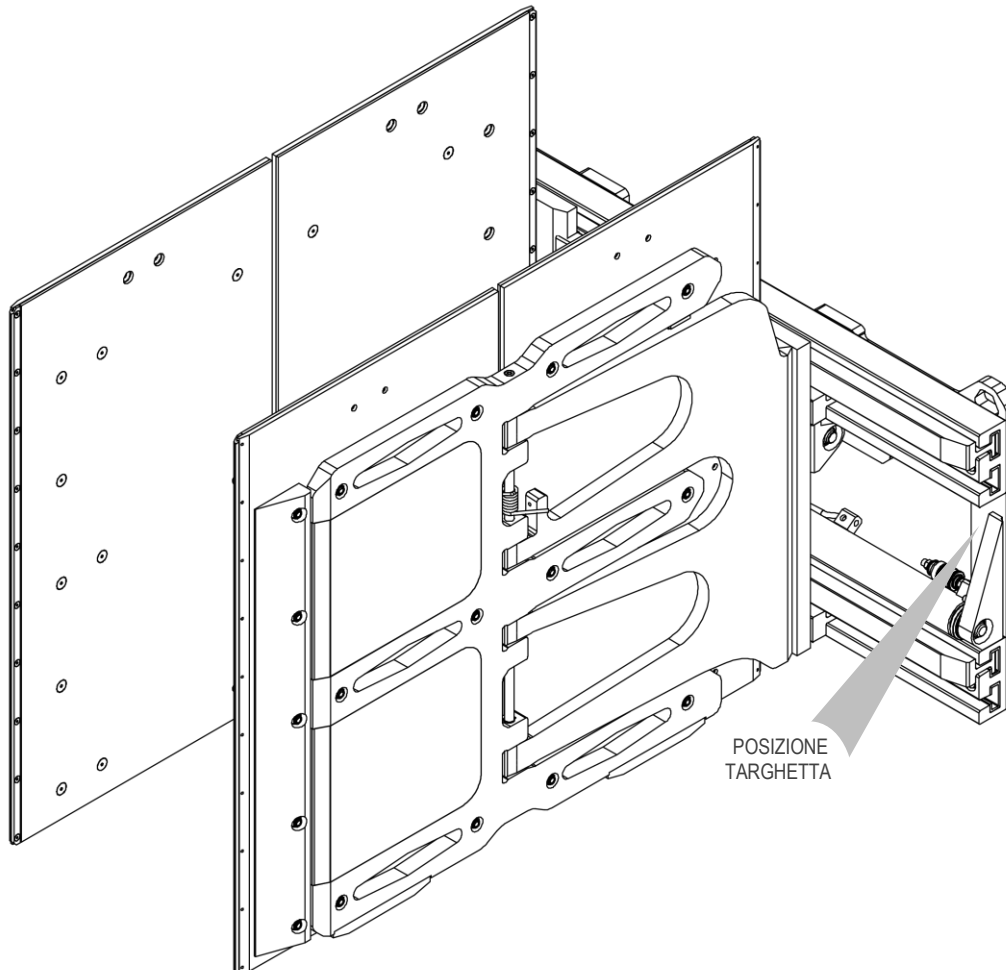

Figura 1
Tutte le attrezzature A.T.I.B. – PINZA PER ELETTRODOMESTICI E CARTONI TIPO 474.180 - 181 vengono identificate mediante targhetta adesiva (vedi *Tabella 1*) posizionata sull'attrezzatura (vedi *Figura 1*), fare sempre riferimento al numero di matricola.
5. Per la movimentazione devono essere utilizzate cinghie o catene opportunamente dimensionate rispetto al peso dell'attrezzatura indicato in targhetta (vedi *Figura 1* e *Tabella 1* a pag.11).
9. Collegare il circuito idraulico, assicurandosi che la pressione di esercizio delle tubazioni sia superiore o uguale a quella indicata sulla targhetta di identificazione (vedi *Figura 1* e la *Tabella 1* a pag.11).
6. Per la movimentazione devono essere utilizzate cinghie o catene opportunamente dimensionate rispetto al peso dell'attrezzatura indicato in targhetta (vedi *Figura 1* e la *Tabella 1* a pag.11).